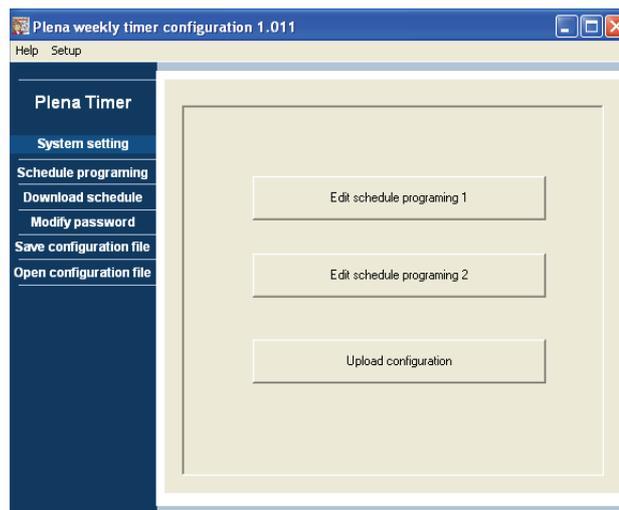

figura 8.14: Teclas de programação e carregamento
- 1 No menu principal, clique na tecla Schedule programming. Aparecerá a janela que se segue (consulte a figura 8.14).